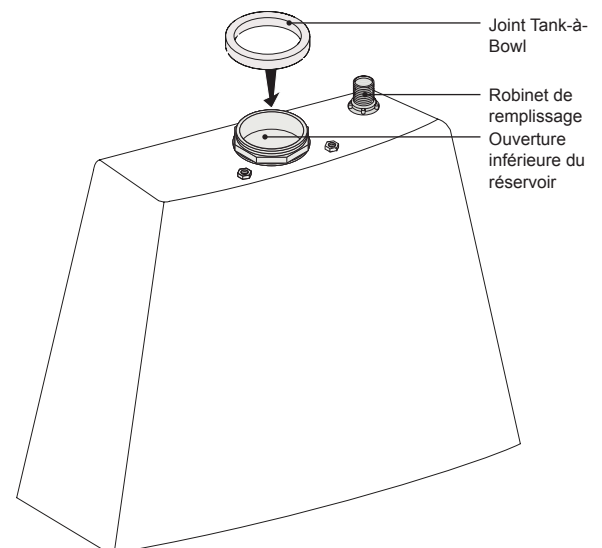

Figure 9
- ❶ Tourner le réservoir à l'envers et appuyez sur le joint du réservoir à la cuvette en place sur le réservoir inférieur ouverture (Figure 9).
- ❷ Tourner le réservoir à plus (à droite vers le haut).